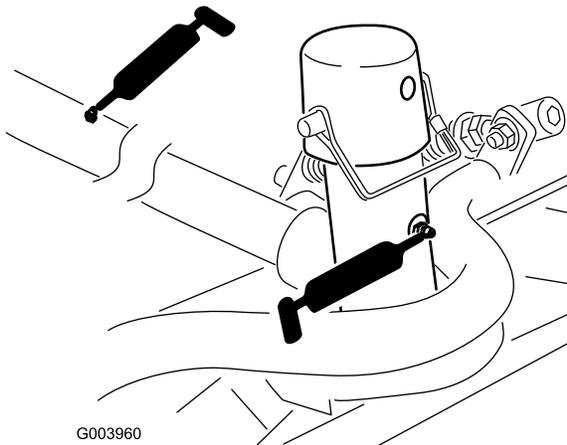

Figura 54
- Bastidor de tiro y pivote de la unidad de corte (2 en cada) (Figura 54).